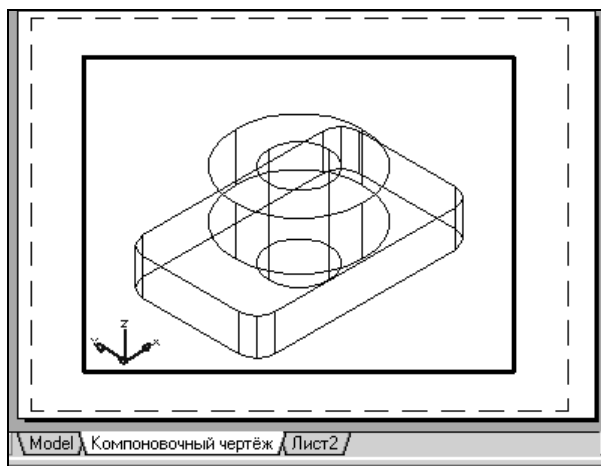

Рис. 9.15. Компоновка листа после ее переименования
3. Присвойте компоновке новое имя, например, "Комплексный чертёж" (рис. 9.15).